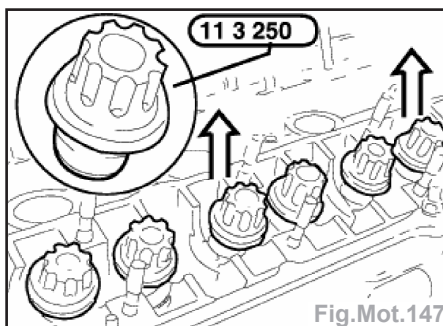

Fig.Mot.147
- Bloquer les poussoirs dans la semelle porte-paliers avec l'outil 11 3 250 (Fig. Mot.147).